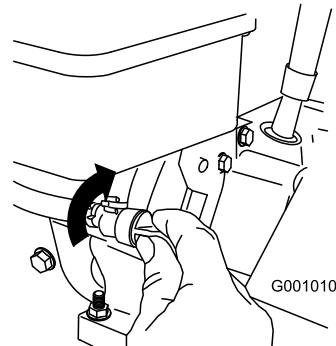

Figura 30
- Girate la valvola d'intercettazione del carburante per chiuderla (Figura 30).